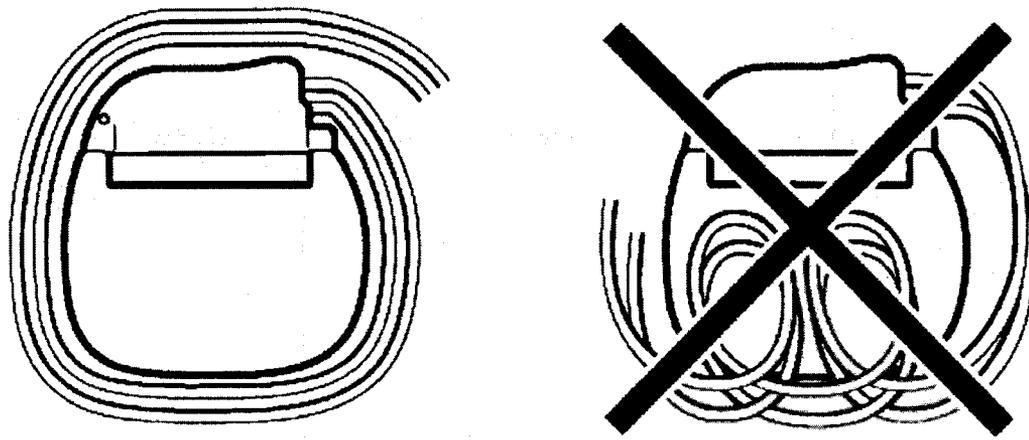

Figura 3. Enrole la parte sobrante de la extensión o electrodo alrededor del perímetro (o detrás) del neuroestimulador.
- No enrolle la parte sobrante de la extensión o electrodo delante del neuroestimulador. Enrolle la parte sobrante de la extensión o electrodo alrededor del perímetro (Figura 3) o detrás del neuroestimulador para reducir al mínimo los posibles daños durante la cirugía de sustitución del neuroestimulador, reducir al mínimo la posibilidad de torsión de la extensión o electrodo y reducir al mínimo la interferencia con las operaciones de telemetría y recarga.